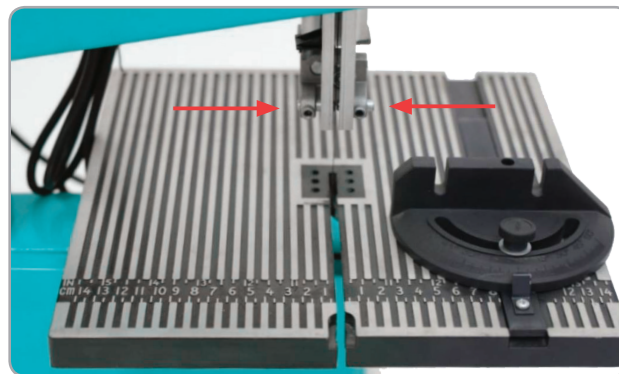

Fig.8
- Știfturile de ghidare din stânga și dreapta trebuie să fie reglate astfel încât să rămână un spațiu de maximum 0,1 mm la dreapta și stânga față de bandă (Fig.8).